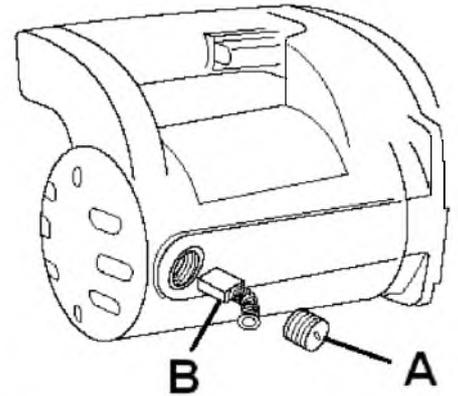

Рис. 14
- Снимите крышки щеток (А, Рис. 14).